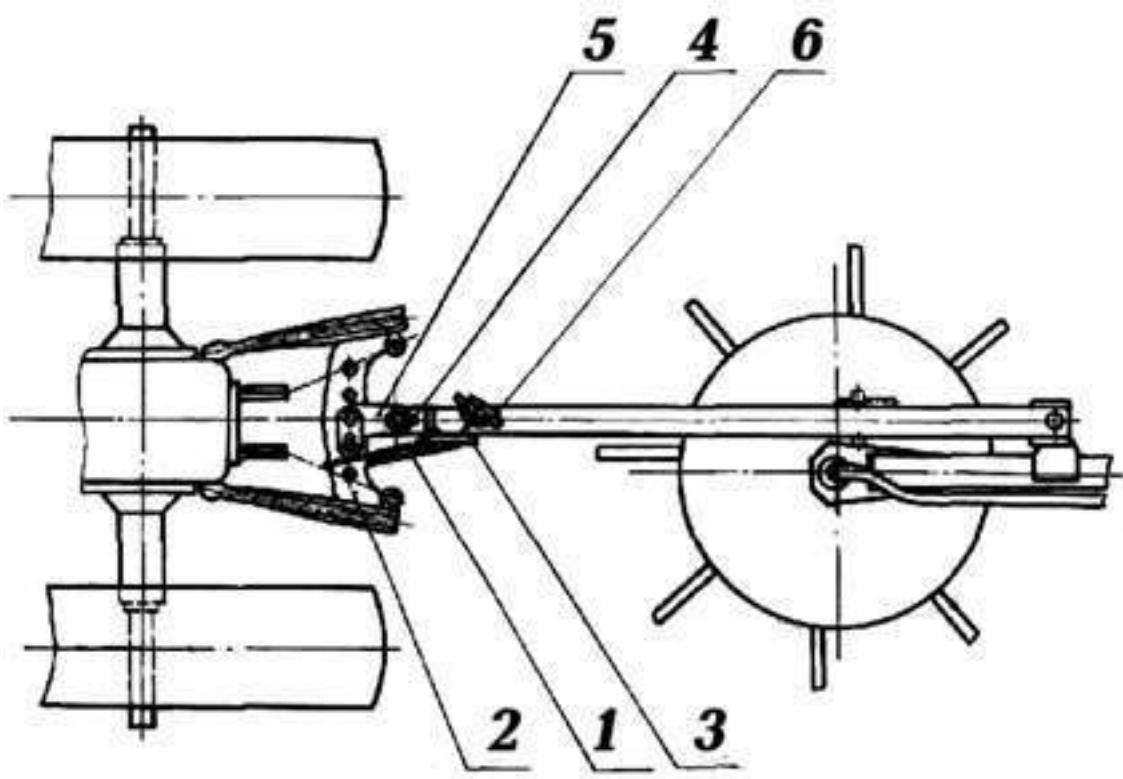

Рис. 3.3. Схема агрегатирования.
3.3. При агрегатировании граблей с трактором, необходимо соединить сцепную петлю 4 /рис.3.3/ сици со сцепной серьгой 5 трактора, а страховочный троє I перекинуть через поперечину 2 навески трактора и зафиксировать свободный конец в скобе 3, пропустив через нее замок 6.